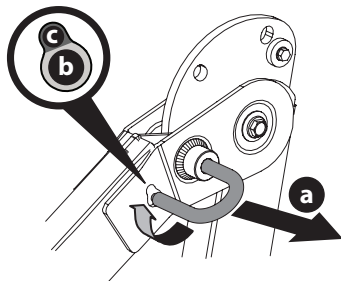

Figura 4
1. Tire ligeramente hacia arriba del ROPS superior para aliviar cualquier tensión sobre la chaveta de cierre (a) y gire la chaveta de cierre (a) de la posición TRABADA (b) a la posición AJUSTE (c). Repita el procedimiento para la chaveta de cierre del lado opuesto (Figura 4).